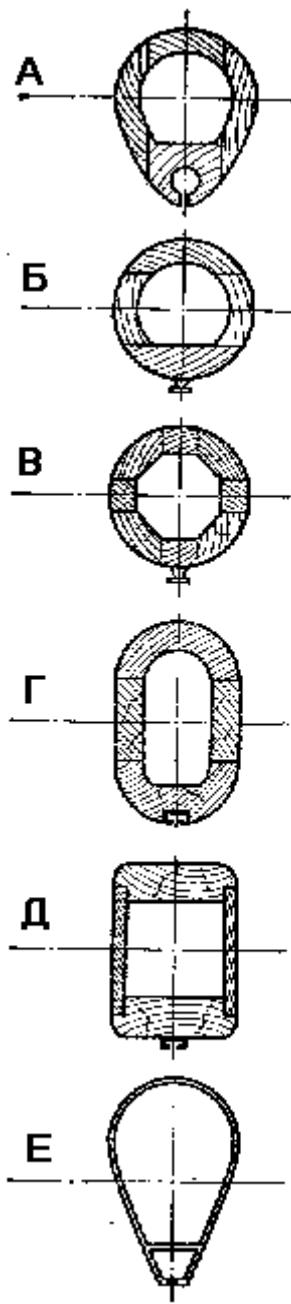
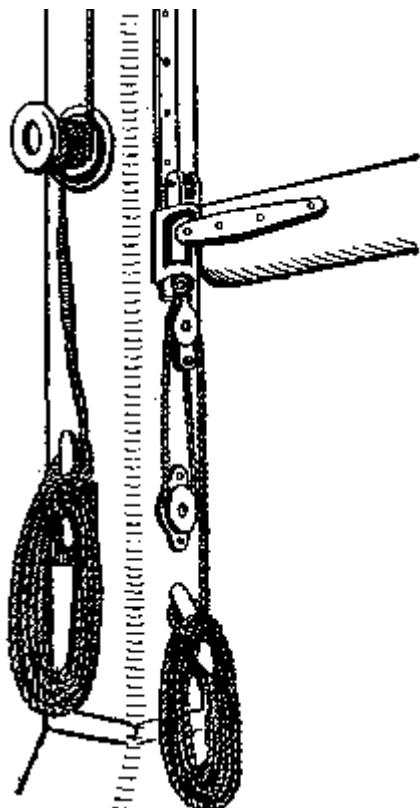

Рис. 37. Сечения рангоута:
Рис. 41. Передвижной вертлюг гика
Грот крепится к гику своим галсовым углом обычно за соответствующую оковку у пятки (внутреннего конца) гика с помощью такелажной скобы или болта. Нижняя шкаторина грота растягивается вдоль гика **грота-шкотом** — специальной снастью, заделанной в кренгельс шкотового угла. Передняя и нижняя шкаторины крепятся к гику или мачте одним из следующих способов (рис. 37):
- шкаторина продергивается внутрь круглого паза с губками (лик-паза) на гике или мачте (рис. 37, а и е); — через люверсы по шкаторинам пришиваются ползуны, которые либо входят внутрь охватывающего их рельса, либо сами охватывают рельс (рис. 37, б, е, г и д);
Грот крепится к гику своим галсовым углом обычно за соответствующую оковку у пятки (внутреннего конца) гика с помощью такелажной скобы или болта. Нижняя шкаторина грота растягивается вдоль гика **грота-шкотом** — специальной снастью, заделанной в кренгельс шкотового угла. Передняя и нижняя шкаторины крепятся к гику или мачте одним из следующих способов (**рис. 37**):
— шкаторина продергивается внутрь круглого паза с губками (лик-паза) на гике или мачте (**рис. 37, а и е**); — через люверсы по шкаторинам пришиваются ползунки, которые либо входят внутрь охватывающего их рельса, либо сами охватывают рельс (**рис. 37, б, е, г и д**);
На рис.37 показаны типовые сечения деревянного и металлического рангоута.
**Гик** — горизонтальное рангоутное дерево, к которому одним из способов (**рис. 37**) крепится нижняя шкаторина грота (бизани, фока). Гик грота называется **грота-гик** \*\*\*, гик бизани — **бизань-гик**, гик фока — **фока-гик**. Конец гика, упирающийся в мачту, называется **пяткой**, противоположный конец — **ноком**. Пятка гика имеет оковку, которая входит в вертлюг, позволяющий гику поворачиваться в стороны и вверх. Вертлюг часто делают передвижным вверх по рельсу (особенно на гоночных яхтах), чтобы иметь возможность добрать парус, не трогая фала, при помощи **галс-оттяжки** (**рис. 41**).
Снасть, которая оттягивает галсовый угол паруса к гику, бушприту или палубе, называется **галсом**. Галсовые углы парусов на мелких яхтах и швертботах крепят прямо на оковки рангоута или корпуса, то есть без галсов в прямом смысле этого слова. Галсы передних парусов делают в виде галс-оттяжек. Ими часто снабжают вертлюги гиков, если они передвижные (см. **рис. 41**). В этом случае фал выбирается в ординар или талями в два лопаря, а полное натяжение шкаторины достигается при подбиании галс-оттяжки.